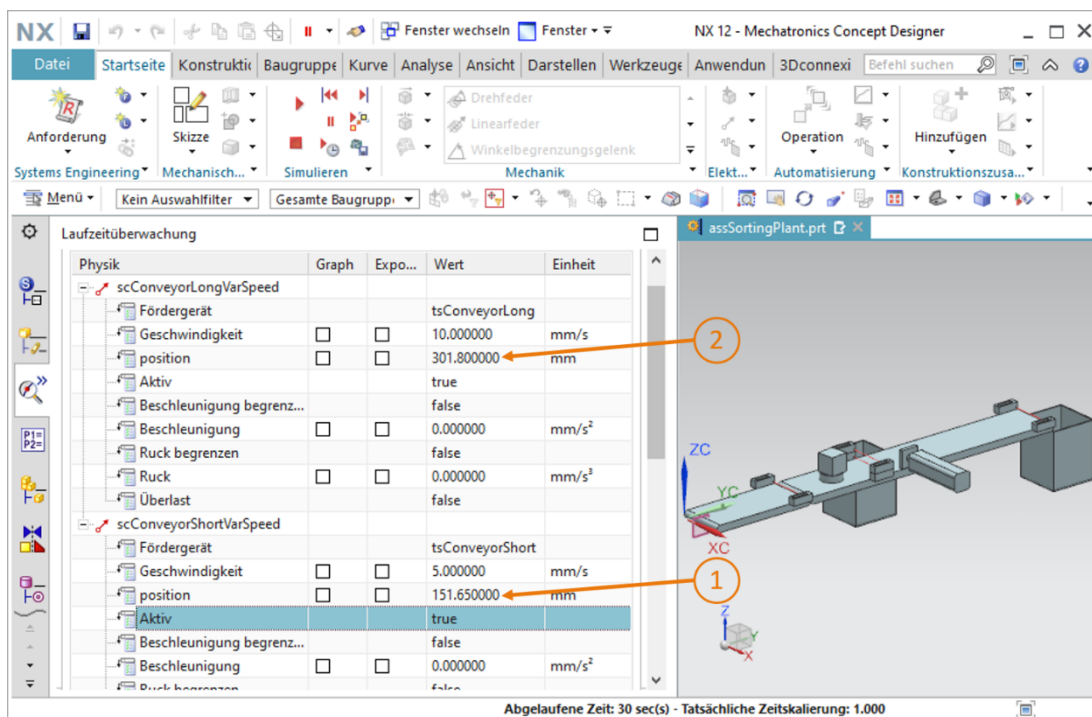

Abbildung 47: Simulation der Geschwindigkeitsregler in MCD
- Geben Sie für das Signal **Aktiv** des Reglers "**scConveyorShortVarSpeed**" den Wert "**true**" vor. Das Band fährt jetzt mit einer Geschwindigkeit von 5 mm/s, wie Sie dies dem System vorgegeben haben. Dies können Sie auch im Feld "position" überprüfen, welches in Abbildung 47, Schritt 1 hervorgehoben ist.
- Testen Sie dasselbe Verhalten mit den Geschwindigkeitsreglern des Transportbands "**conveyorLong**". Hier können Sie ein ähnliches Resultat erwarten. Beobachten Sie auch jeweils die Positionsänderungen, wie in Abbildung 47, Schritt 2 beispielhaft dargestellt ist.